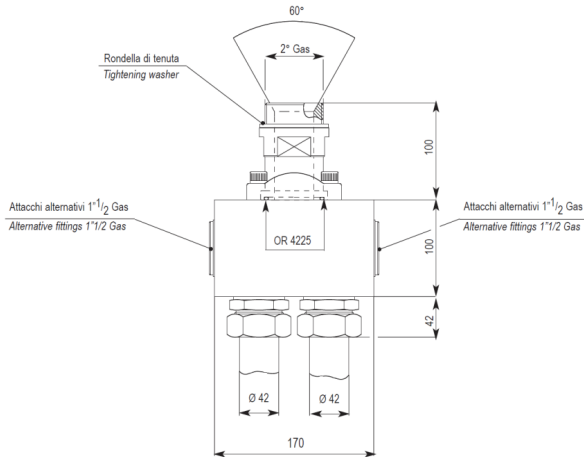

Fig. 1 – Raccordi a 3 Vie
- Raccordo special a tre vie disegno OMARLIFT (vedi Fig. 1). Il raccordo presenta un filetto maschio da 2" che deve essere fissato alla valvola VP 200 e due raccordi di estremità ad anello tagliente, smusso a 24° e dado girevole M 52 x 2. Questi raccordi possono essere montati paralleli sullo stesso lato o su due lati opposti